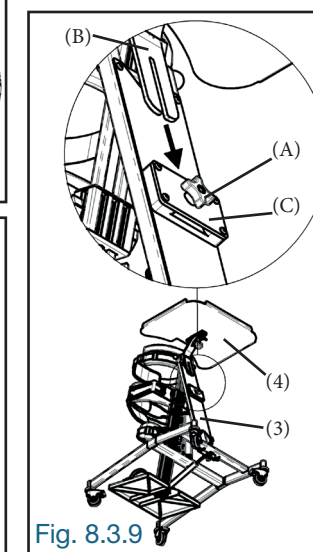

Fig. 8.3.9
8.3.9 Desserrer légèrement le bouton de blocage (A) de la glissière (C) du stabilisateur (3). Insérer le support (B) de la table (4) dans la glissière (C) puis, resserrer fermement le bouton de blocage (A) pour fixer sa position (Fig. 8.3.9).